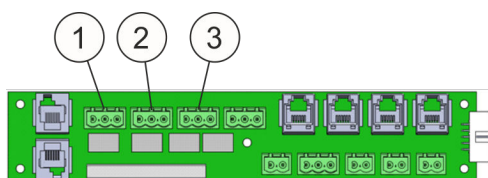

Abb. 73: Anschlussklemmen
- Anschlussklemme für Relaisausgang „Voralarm“ (Abb. 73/1)
- Anschlussklemme für Relaisausgang „Feueralarm“ (Abb. 73/2)
- Anschlussklemme für Relaisausgang „Löschen“ (Abb. 73/3)